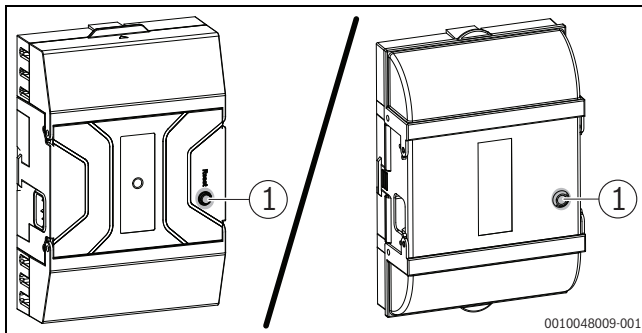

Bild 84 Störungen am Feuerungsautomat zurücksetzen
- ▶ Taste „Entstören“ am Feuerungsautomat mindestens 5 sec drücken (→ Bild 84).